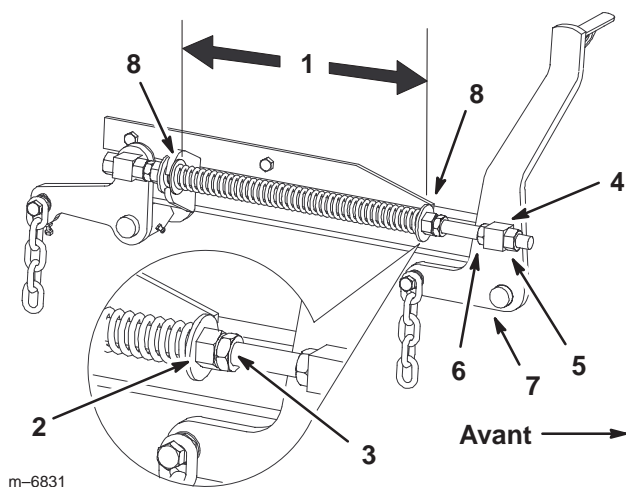

Figure 69
7. Desserrez d'environ 13 mm (1/2 pouce) les écrous de blocage à l'avant des pivots avant gauche et droit (Fig. 69).
8. Réglez les écrous de relevage sur les cotés gauche et droit de la machine de manière à **abaisser l'avant de 6 à 10 mm (1/4 à 3/8 pouce) au point A par rapport au point B à l'arrière** (Fig. 69).
1. Déplacez le levier de relevage du plateau de coupe à la position de transport (Fig. 69).
2. Vérifiez que les deux grandes rondelles sont espacées de 28,3 cm (11-1/8 pouces) (Fig. 69).
3. Réglez cette distance en desserrant l'écrou de blocage du ressort et en tournant l'écrou devant chaque ressort (Fig. 69). Tournez l'écrou dans le sens horaire pour raccourcir le ressort, et dans le sens inverse pour l'allonger.
4. Bloquez l'écrou en position en serrant l'écrou de blocage du ressort (Fig. 69).